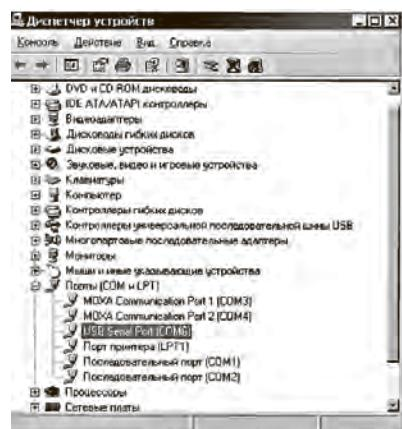

рис.7
- 5) В результате установки драйвера в системе появится виртуальный СОМ-порт **USB Serial Port** (рис. 7).